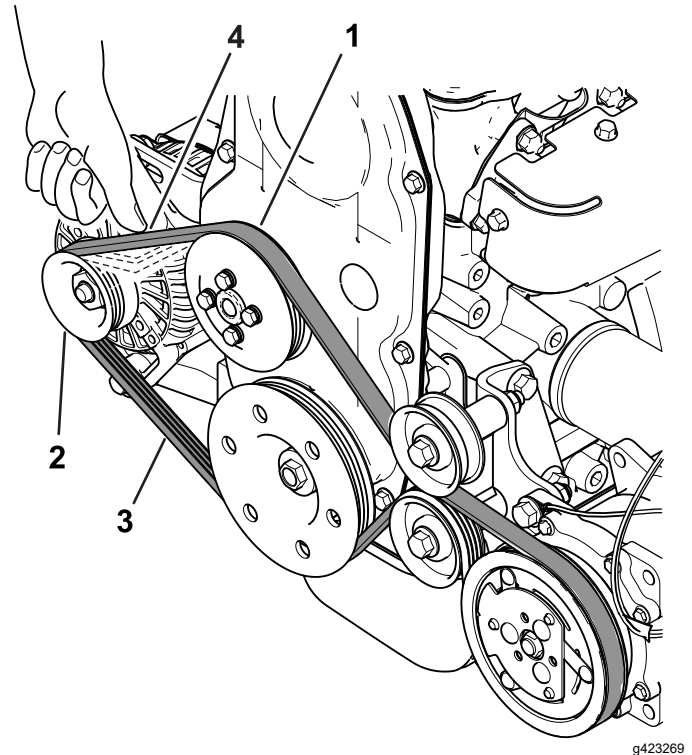

Bild 38
12. Messen Sie die Riemenauslenkung, indem Sie eine Kraft von 98 N bzw. eine Auslenkung von 8 bis 10 mm auf den Riemen zwischen Lüfterlaufscheibe und Freilaufriemenscheibe aufbringen (**Bild 38**).